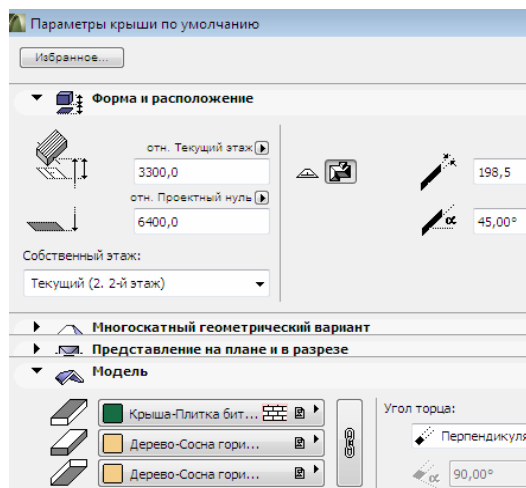

Рис. 75
2. Выберите инструмент **Крыша** и после двойного щелчка на инструменте войдите в диалог параметров крыши (рис. 75).